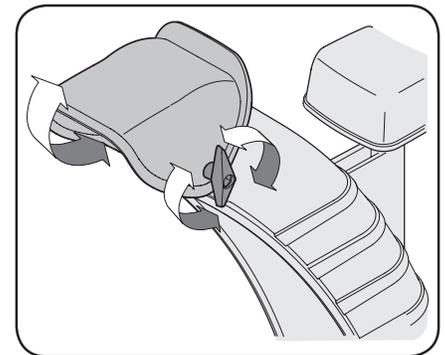

Figura 2-46
1. Afloje la perilla de aletas que está en el costado izquierdo del conjunto del canal. Consulte Figura 2-46.